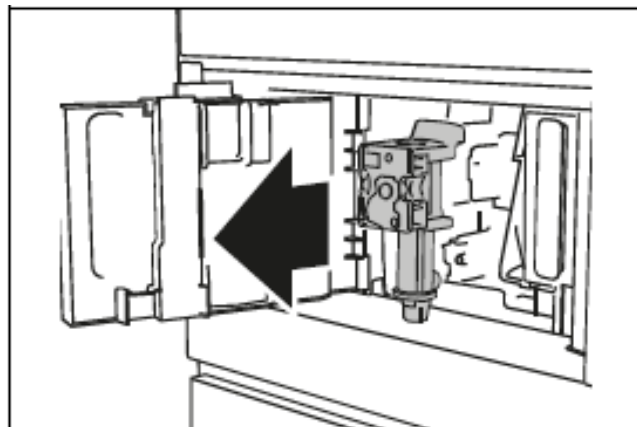

Рис. 48
- 4) Нажмите две цветные кнопки разблокировки внутрь и одновременно потяните заварочный блок наружу (рис. 48).